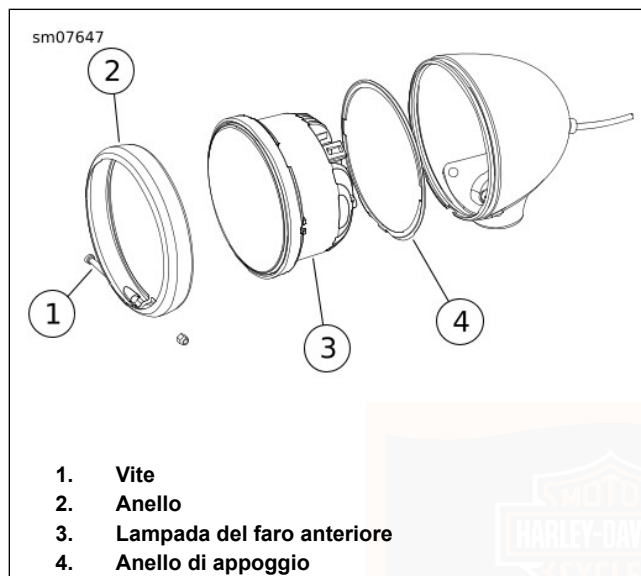

Figura 81. Faro anteriore
1. Vedere Figura 81. Rimuovere la vite (1). Rimuovere l'anello di rivestimento (2) dal guscio del faro.
1. Vedere Figura 81. Collocare l'anello di appoggio (4) sulla parte posteriore della **nuova** lampadina (3) con la linguetta di posizionamento rivolta lontano dalla lampadina.